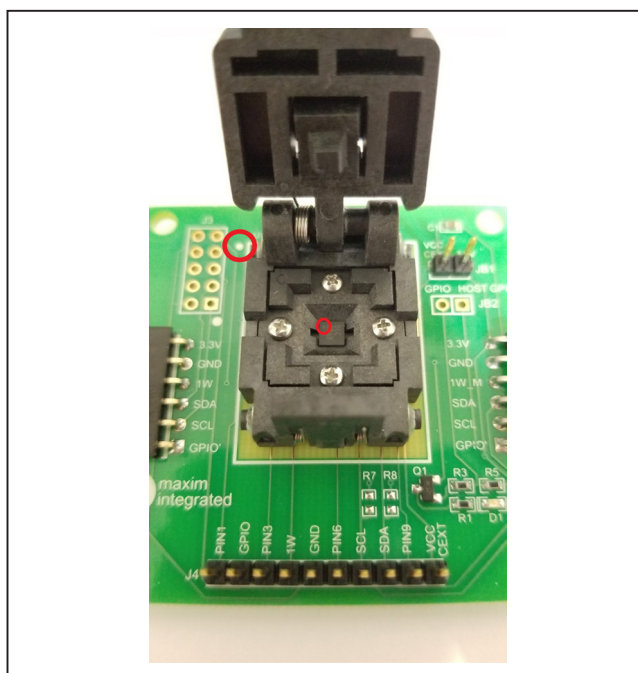

Figure 6. Orientation of the DS28E40 in the Burn-In Socket
- Open the socket and insert a DS28E40ATB/VY+ as shown in Figure 6.